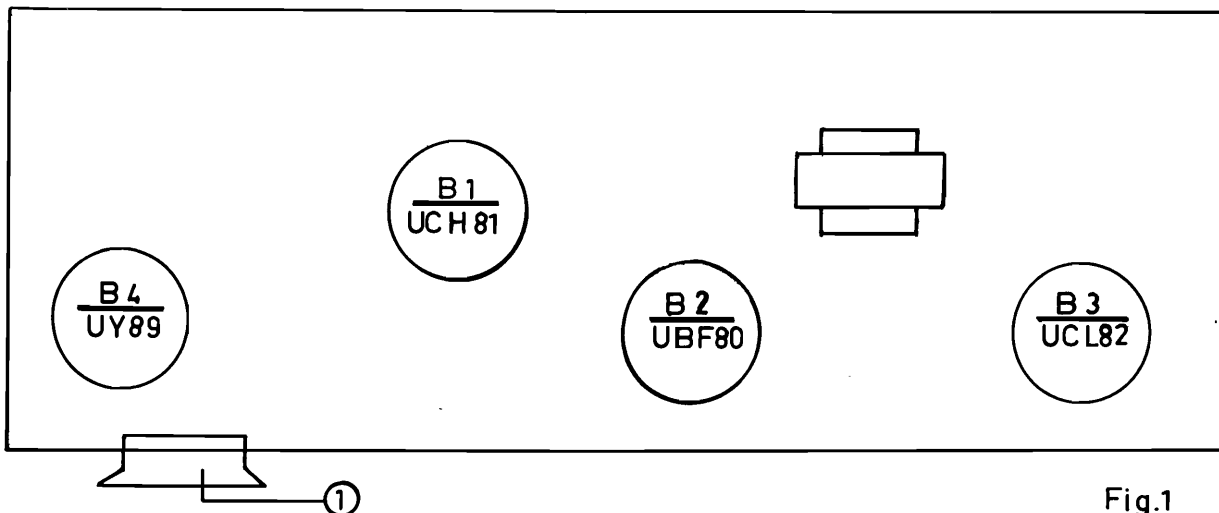

Fig.1
- a. Ga na of de spanningsomschakelaar goed is ingesteld (zie post 1 van fig. 1).
- b. Ga na of de buizen goed zijn aangedrukt en of ze op de juiste plaats staan (zie fig. 1).